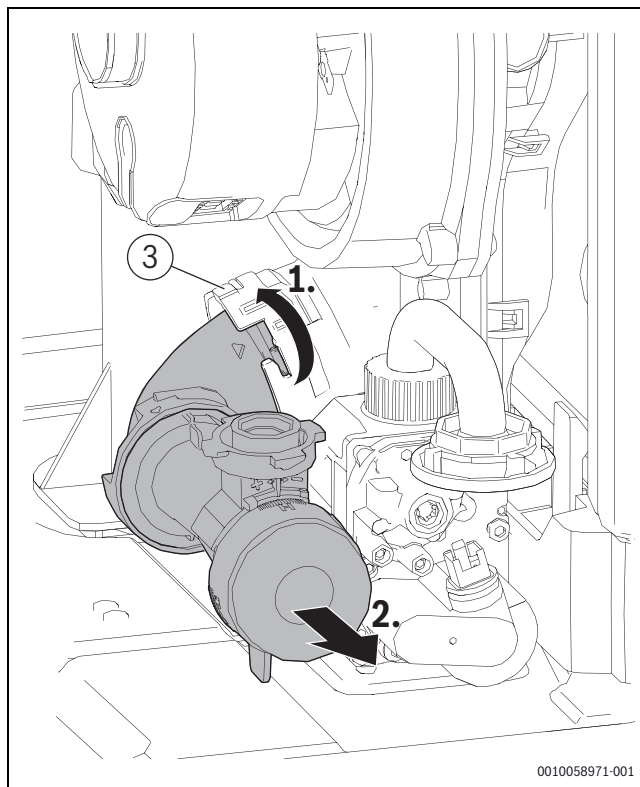

Bild 82 Einstelldüse ausbauen
- Einstelldüse wieder am Venturirohr [3] befestigen. (→Bild 82, Seite 64).